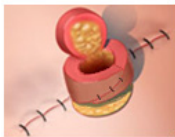

Abbildung 3
13. Den Lappen mit nicht resorbierendem oder langsam resorbierendem Nahtmaterial wie in Abbildung 3 gezeigt in ein Silo geeigneter Größe vernähen. Während des Vernähens den Hautlappen nicht dehnen bzw. keine Zugspannung am Hautlappen anlegen.